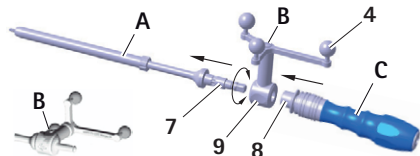

Abb. 6 Montage der Referenzsterneinheit („vorkalibriert“) und des S⁴C-Griffs am S⁴C-Gewindeschneider
- ▶ Verriegelungshülse 8, loslassen, siehe Abb. 6. Prüfen, ob der S⁴C-Griff eingerastet ist.